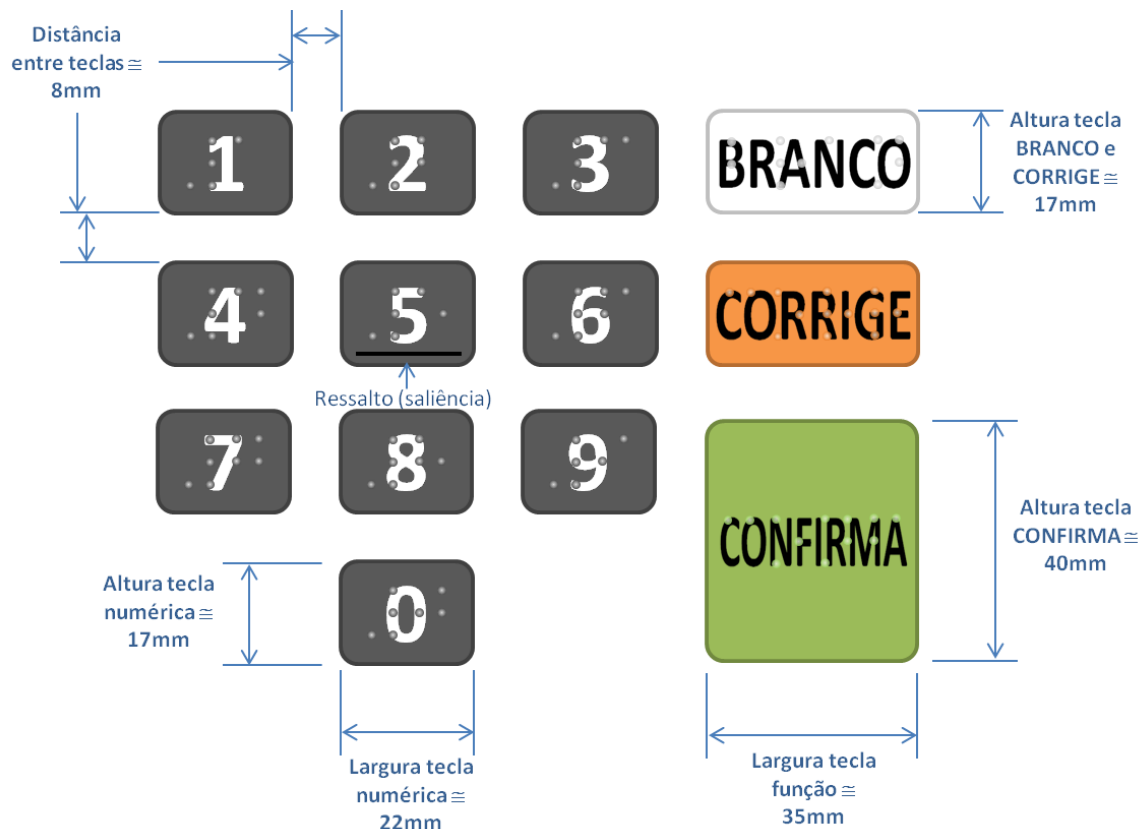

Figura 16 - leiaute teclado do Terminal do Eleitor
37. Deve ser construído obedecendo-se o layout descrito na **Figura 16**;